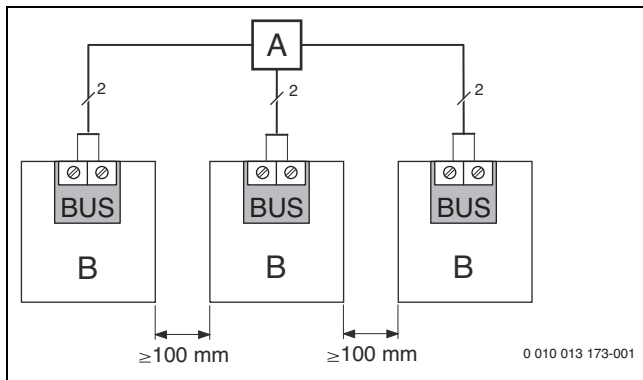

Bild 16 Verteilerdose anschließen
- ▶ BUS-Teilnehmer [B] über Verteilerdose [A] in Stern einführen (→ Bild 16), Anleitung der Bedieneinheit und der anderen Module beachten).